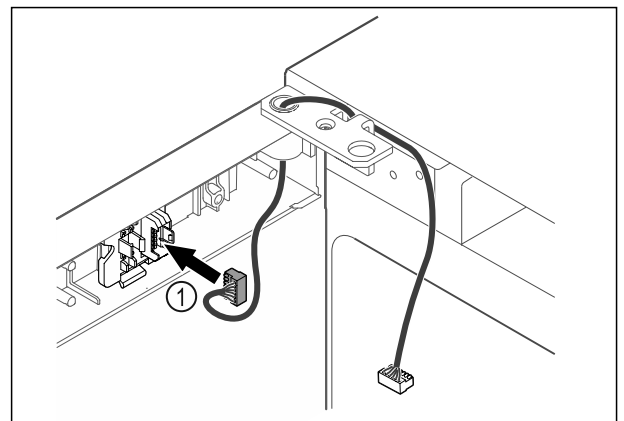

Fig. 64
- ▶ Вставити штекер Fig. 64 (1) в кріплення штекера.